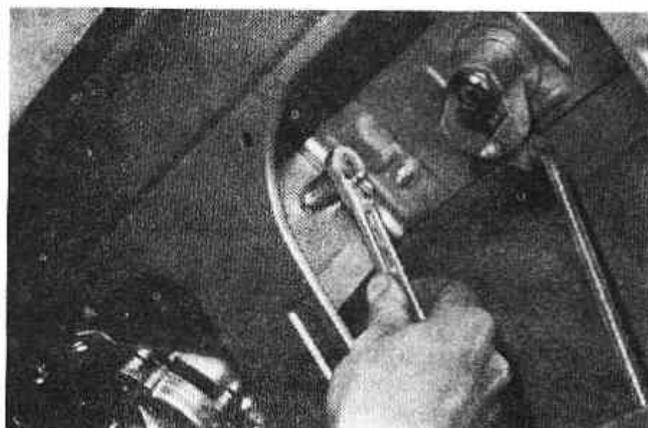

Рис. 10.12. Кронштейн мотора стеклоочистителя заднего стекла (Разд. 25)
3. Осторожно снимите декоративную панель задней двери и выверните три болта, крепящие кронштейн стеклоочистителя (Рис. 10.12).